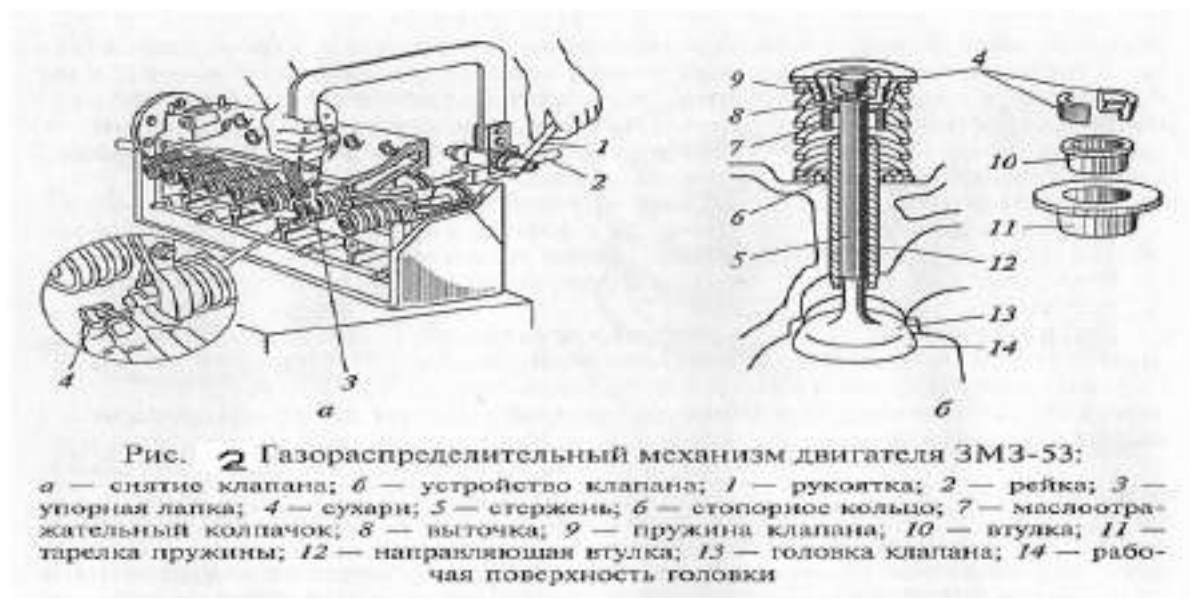

Рис. 1.8. Газораспределительный механизм двигателя 3МЗ-53:
2. Разобрать и собрать ГРМ двигателя ЗМЗ-53 (см. рис. 1.8):